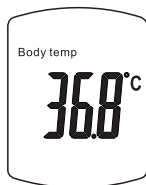

図8.1
- 測定モード切替スイッチを [体温] に設定し、体温を測定してください。(図 8.1) 本器を額部から 5～8cm 離れた位置に持ち、測定ボタンを押すと、額の温度の測定が開始されます。約 1 秒後液晶ディスプレイに測定結果が表示されます。